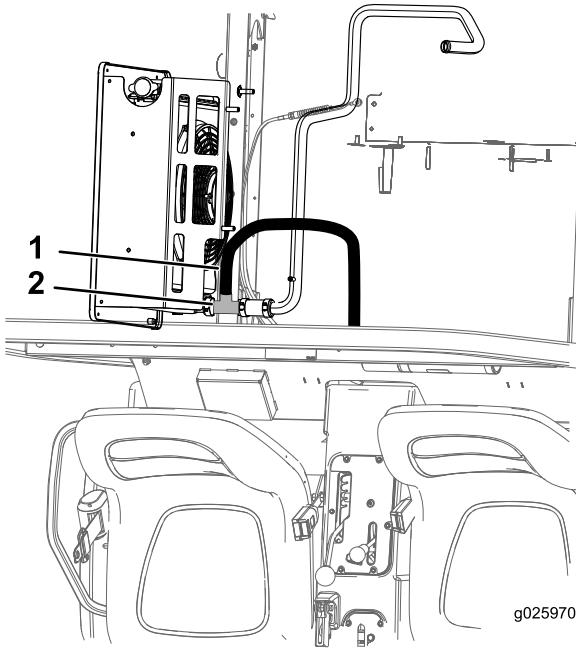

Bild 8
3. Schneiden Sie den unteren Kühlerschlauch ab und befestigen Sie das T-Anschlussstück mit zwei großen Schlauchklemmen an jedem abgeschnittenen Ende des unteren Kühlerschlauchs (Bild 8).